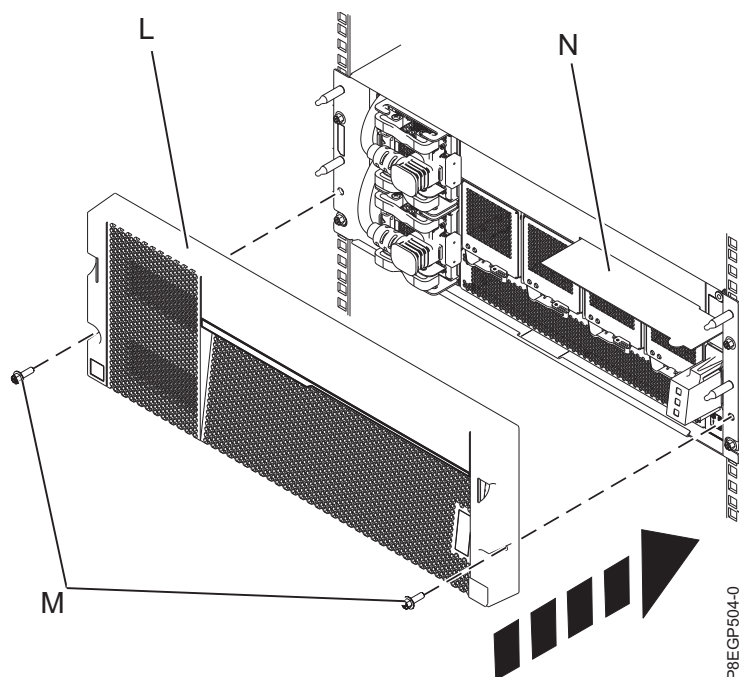

図 10. カバーおよびサービス情報カードの取り付け
- カバー (L) をドロワーに取り付けます。カバーを押して所定の位置に収めたら、2 本の M5 ねじ (M) を使用して、左右のレールに固定します。13 ページの図 10 を参照してください。
8. サービス情報カードをカバーのスロット (N) に挿入します。